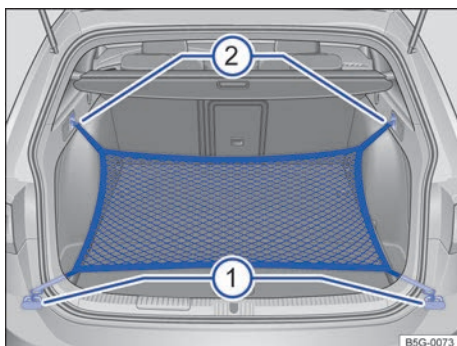

Fig. 106 En el maletero: argollas ① y ganchos ② para enganchar la bolsa de red.
- Fije los ganchos cortos de la bolsa en las argollas de amarre \Rightarrow fig. 106  \Rightarrow . La cremallera de la bolsa tiene que quedar hacia arriba.